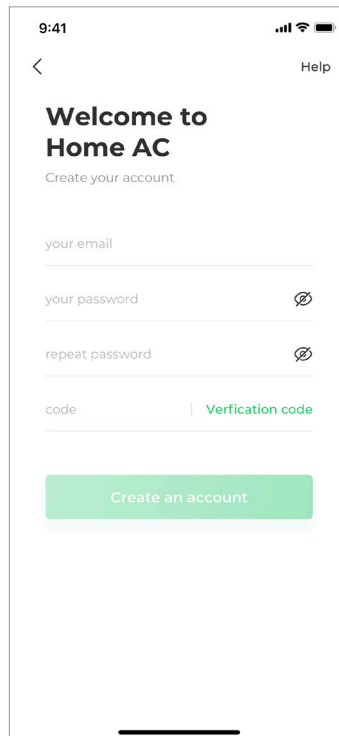

Abb. 5-2
2. Registrieren Sie ein Konto mit Ihrer E-Mail-Adresse und melden Sie sich an. (Siehe Abb. 5-2)